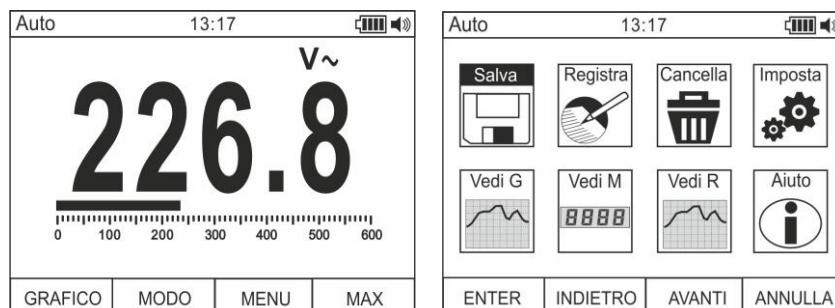

Fig. 9: Menu generale dello strumento
- Con misura presente a display (vedere Fig. 9 – parte sinistra) premere il tasto funzione **F3** per accedere al menu generale dello strumento. La videata (vedere Fig. 9 – parte destra) è mostrata a display